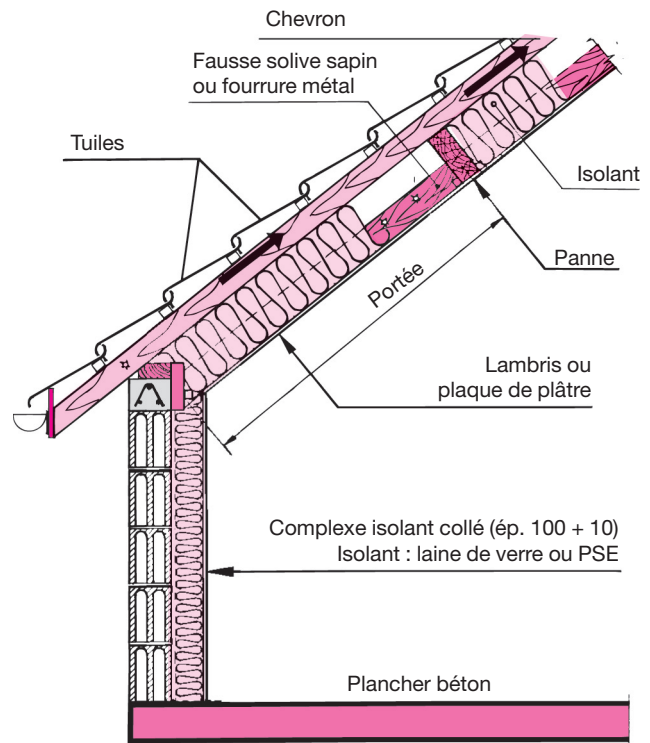

Fig. 37 : Complexe de doublage sur mur de rive et laine de verre en rampant avec habillage plaques ou lambris
- de la charpente par pannes appuyées sur les pignons maçonnés (fig. 37 et 40) ;
On peut utiliser une solution mixte (fig. 37) :